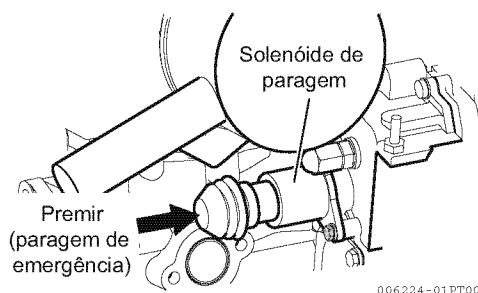

Figura 13
- 2- Opere o accionador de arranque enquanto prime o botão de paragem de emergência (**Figura 13**) na parte traseira da bomba de combustível. Isto pára o fornecimento de combustível.